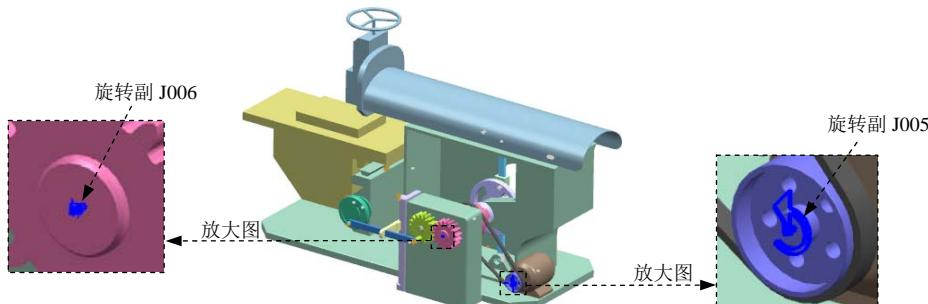

图 10.9.28 定义“2-3 传动副”
(1) 选择命令。选择下拉菜单插入 (I) → 传动副 (D) →  2-3 传动副命令，系统弹出“2-3 传动副”对话框。
(2) 定义附着类型。在“2-3 传动副”对话框的附着类型下拉列表中选取2 联接传动副选项。
(3) 选择运动副驱动。单击“2-3 传动副”对话框中的第一运动副驱动区域下\* 选择运动副 (O)按钮，在运动导航器中选取旋转副 J005，此时图 10.9.28 所示的旋转副 J005 加亮显示，在缩放后的文本框中输入值 0.6；单击“2-3 传动副”对话框中的第二运动副传动区域下\* 选择运动副 (O)按钮，在运动导航器中选取旋转副 J006，此时图 10.9.28 所示的旋转副 J006 加亮显示，在缩放后的文本框中输入值 1，其余参数接受系统默认设置。
(4) 单击确定按钮，完成“2-3 传动副”的定义。